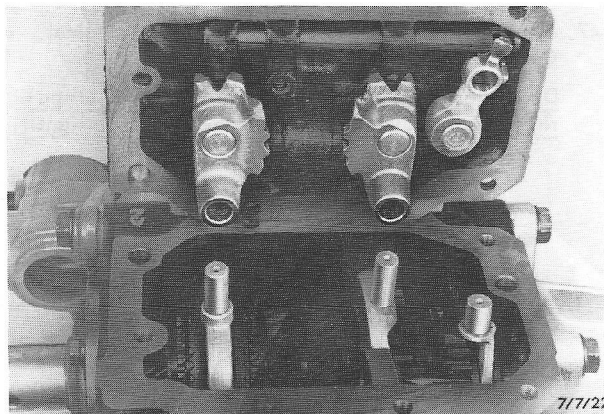

Fig.155 Schakelvorken monteren.
50. Plaats de schakelvorken voor de 1e/2e versnelling en de 3e/4e versnelling met de nummers naar voren gekeerd en de schakelvork voor de achteruit met het nummer naar achteren gekeerd in de bak (fig.155).